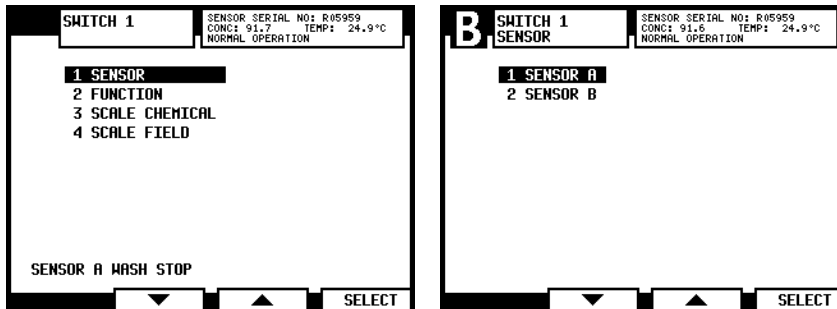

Figura 6.10 Llegada al menú de selección del Interruptor 1, ya seleccionado el sensor A
- Seleccionar el interruptor, 1, 2, 3 o 4, a ser configurado. Aparecerá el menú Interruptor, ver la Figura 6.10 abajo.
Nota: La línea de selección automáticamente irá a la configuración válida actual, o sea que en la Figura 6.10 abajo, se asignó el Interruptor 1 al Sensor A.